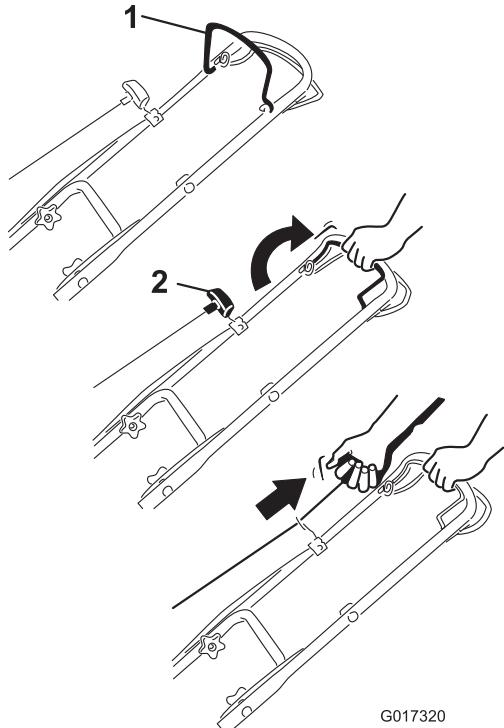

Figura 13
- Sujete la barra de control de las cuchillas contra el manillar (Figura 13).
- Tire suavemente del arrancador hasta que note resistencia, luego tire con fuerza. Deje que la cuerda vuelva lentamente al manillar (Figura 13).